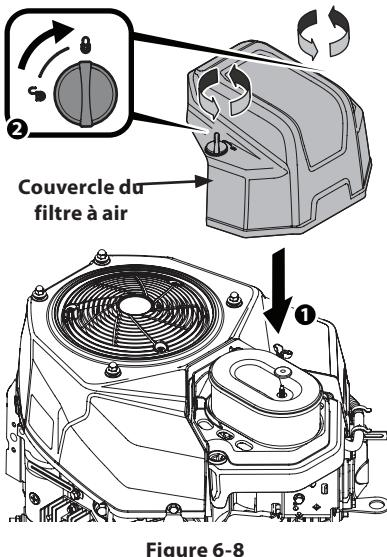

Figure 6-8
8. Fixez le couvercle du filtre à air. Voir Figure 6-8. Tournez les vis de serrage dans le sens horaire jusqu'à ce qu'elles soient bien serrées. Assurez-vous que les vis sont bien alignées.